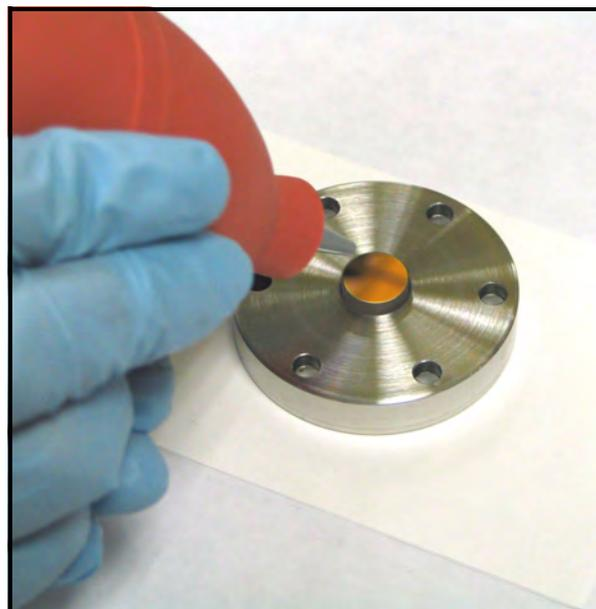

Figura 79: Secando o Espelho
9. Utilize o ventilador para assoprar ar seco para cima da superfície do espelho. Assopre repetidas vezes até que a superfície do espelho pareça estar seca (ver Figura 79).